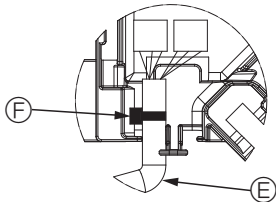

Fig. 5-11
- Panel kanatçık motor kablosunu tespit eden bandı konektör kutusuna şemadaki gibi yerleştirin. (Fig. 5-11)